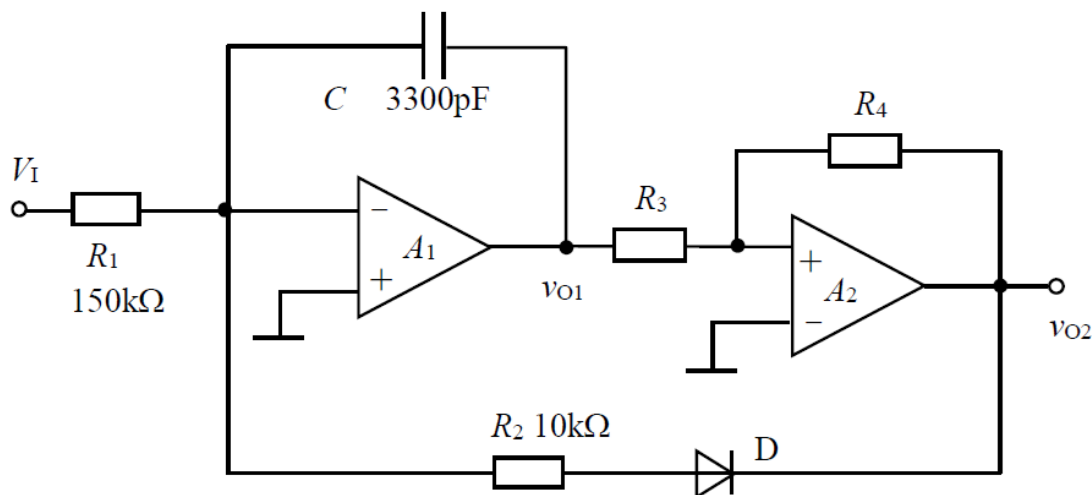

图 1 压控振荡器原理图
1. 设计制作一个压控振荡器（VCO），参考电路如下图 1。要求输出锯齿波（ v_{O1} ）的峰-峰值约为 10V。